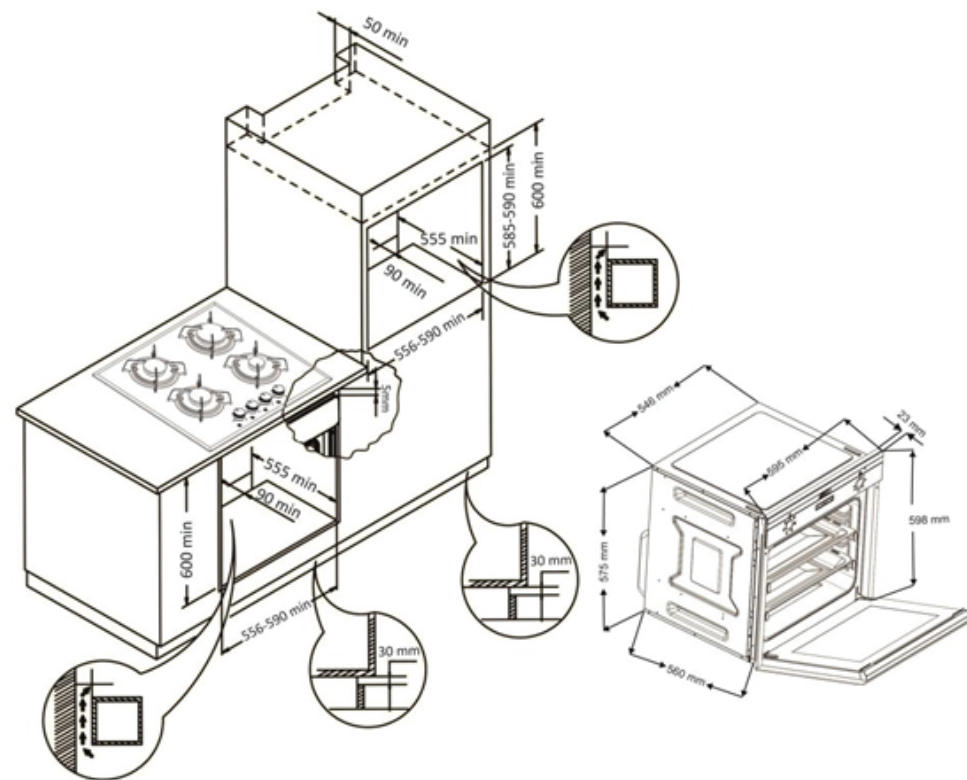

Рис. 1
- Для нормальной работы встроенного духового шкафа размеры ниши или шкафа, куда он будет монтироваться, а также выбор материала, который должен быть устойчив против высоких температур, должны быть верными. Пожалуйста, производите установку согласно размерам, указанным на рис. 1.
- Для обеспечения большей циркуляции воздуха монтаж следует выполнять так, как указано на рис. 1.